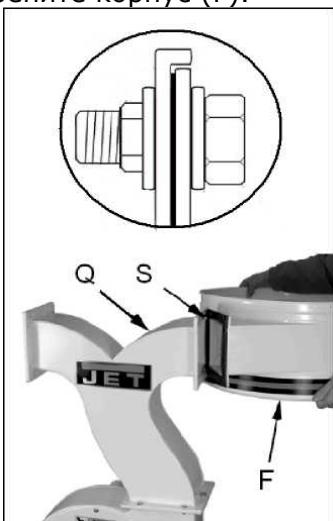

Рис. 5
Заденьте верхнее уплотнение (S, Рис. 5) и с помощью шестигранных болтов, шайб и гаек закрепите корпус (F).